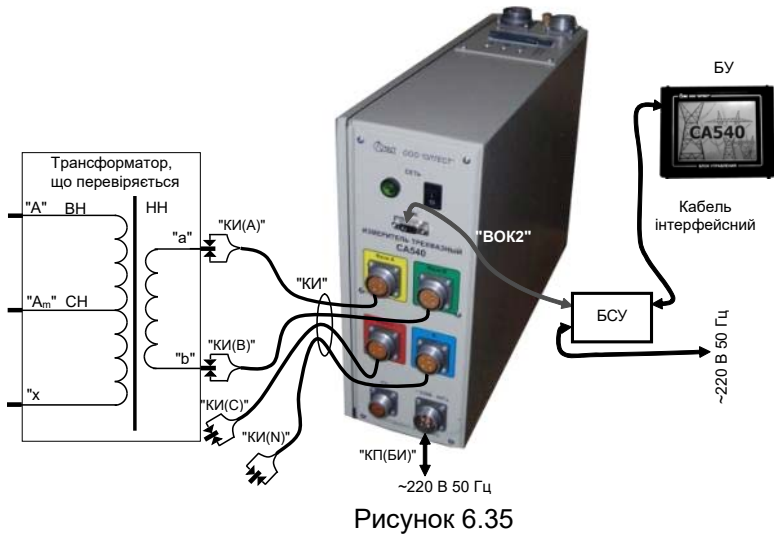

Рисунок 6.35
1) Зібрати вимірювальну схему при управлінні Вимірювача від БУ (рисунок 6.35).